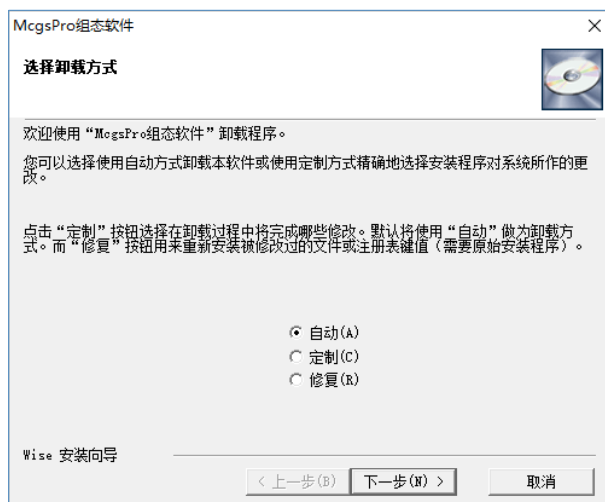

图 2.2-5 卸载 McgsPro 组态软件
- ① 在电脑端依次打开【控制面板】→【卸载程序】或【程序和功能】；
- ② 在【卸载或更改程序】界面，单击选中【McgsPro 组态软件】→ 点击鼠标右键 → 【卸载/更改】；
- ③ 如图 2.2-5 所示，卸载方式选择【自动】，单击【下一步】，等待 McgsPro 卸载完成。